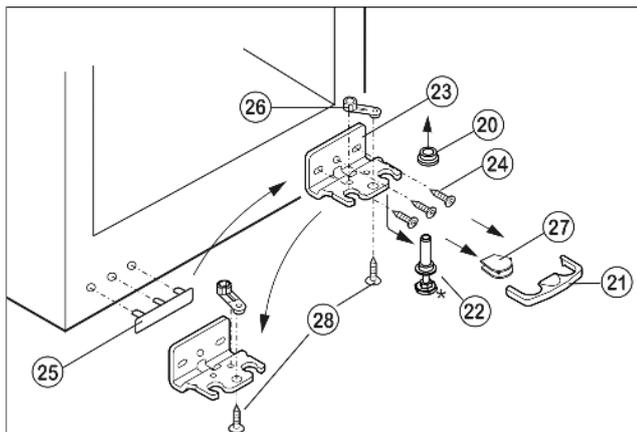

Fig. 7
- ▶ Enlever le dispositif d'arrêt Fig. 7 (21) vers l'avant.
- ▶ Enlever le cache Fig. 7 (27) en bas.*
- ▶ Visser entièrement le pied réglable Fig. 7 (22).
- ▶ Enlever le pivot Fig. 7 (22) vers le bas et vers l'avant. Ce faisant, respecter la douille de charnière Fig. 7 (20).
- ▶ Dévisser le support d'appui Fig. 7 (23) (3 x Torx 25) Fig. 7 (24).
- ▶ Dévisser l'élément pivotant Fig. 7 (26) (1 x vis Torx 25) Fig. 7 (28) et le replacer dans le logement opposé de la charnière, puis le revisser.
- ▶ Soulever avec précaution le cache Fig. 7 (25) du côté poignée et le déplacer.
- ▶ Revisser le support d'appui Fig. 7 (23) sur le nouveau côté charnière, en utilisant une visseuse sans fil si nécessaire, avec un couple de serrage de **4 Nm**.
- ▶ Mettre le cache Fig. 7 (27) sur le côté opposé.*
- ▶ Le dispositif d'arrêt (21) doit s'enclencher latéralement sur la charnière afin de protéger les pivots d'appui et la porte.
- ▶ Replacer le dispositif d'arrêt (21) sur la charnière.
- ▶ Remettre en place la douille de charnière Fig. 7 (20).
- ▶ Placer la porte par le haut sur le pivot inférieur Fig. 7 (22).
- ▶ Aligner éventuellement la porte par rapport aux deux trous oblongs du support d'appui inférieur *Fig. 7 (23)* pour qu'elle affleure avec l'habillage de l'appareil. Pour cela, dévisser les vis centrales.